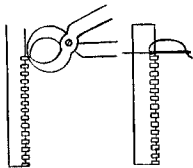

Рис. 7.106
*Разъемные молнии* обрезают сверху, для чего отмеряют нужную длину и лишние зубчики вытаскивают из тесьмы клещами, а пластмассовые зубчики сначала прокусывают кусачками, после этого их вытаскивают. Затем тесьму молнии обрезают на высоте 1,5 см от последнего зубчика и, чтобы замочек не соскочил с верхнего конца тесьмы, за последним зубчиком делают закрепку вручную (рис. 7.106).